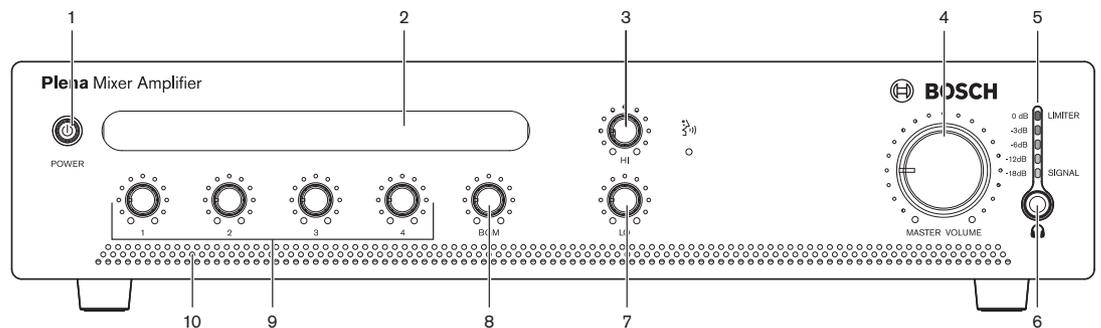

图 8.1 前面板
1. 将设备前面的电源按钮 (1) 调至 “开” 位置 — 按下 ( 请参见图 8.1)。
1. 将设备前面的电源按钮 (1) 调至 “关” 位置 — 弹出 ( 请参见图 8.1)。
使用 Hi (高) 和 Lo (低) 音调控件 ( 请参见图 8.1、编号 3 和 7 ) 来更改音调。